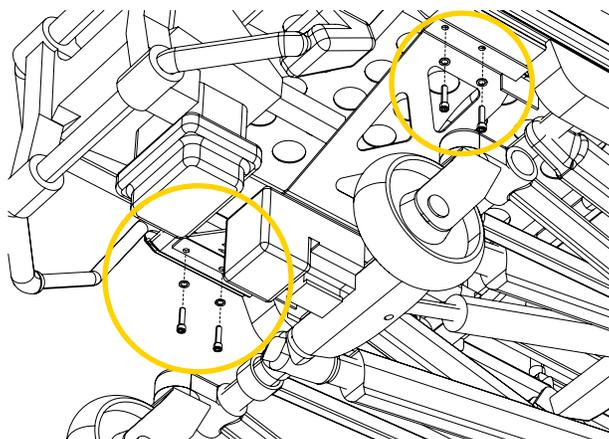

Figure 23: Retrait des vis du système Power-LOAD
5. Identifier l'ensemble de fixation Power-LOAD (ci-après appelé « système Power-LOAD ») situé sous la civière, côté pied du patient (Figure 23).
6. Retirer les quatre (4) vis quatre (4) rondelles et deux (2) entretoises pour desserrer le système Power-LOAD. Mettre de côté le système Power-LOAD et sa visserie temporairement (Figure 23). Les entretoises de la civière ne seront pas réutilisés lors de cet installation.